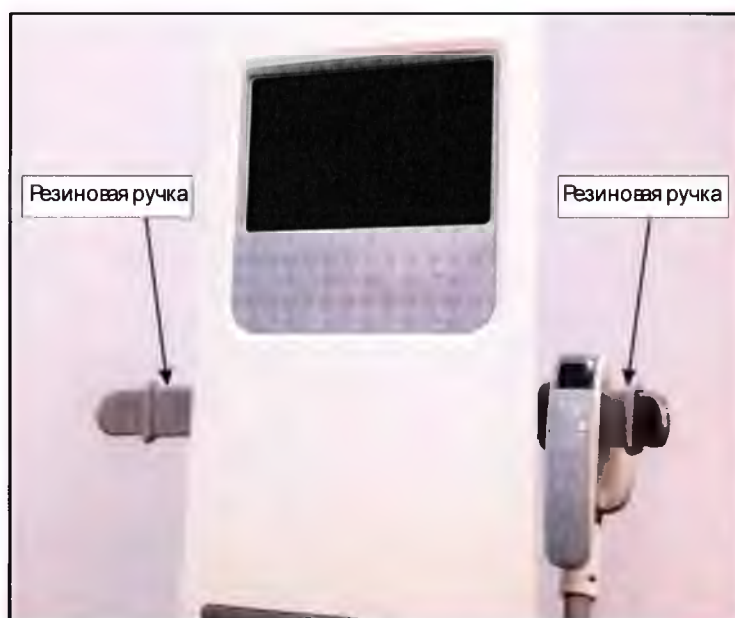

Рис. 10: Аппликатор на ручке
1. См. Рис. 10: убедитесь в том, что на обе рукоятки надеты резиновые ручки. Если резиновые ручки находились в коробке с дополнительными приспособлениями, наденьте их на рукоятки.